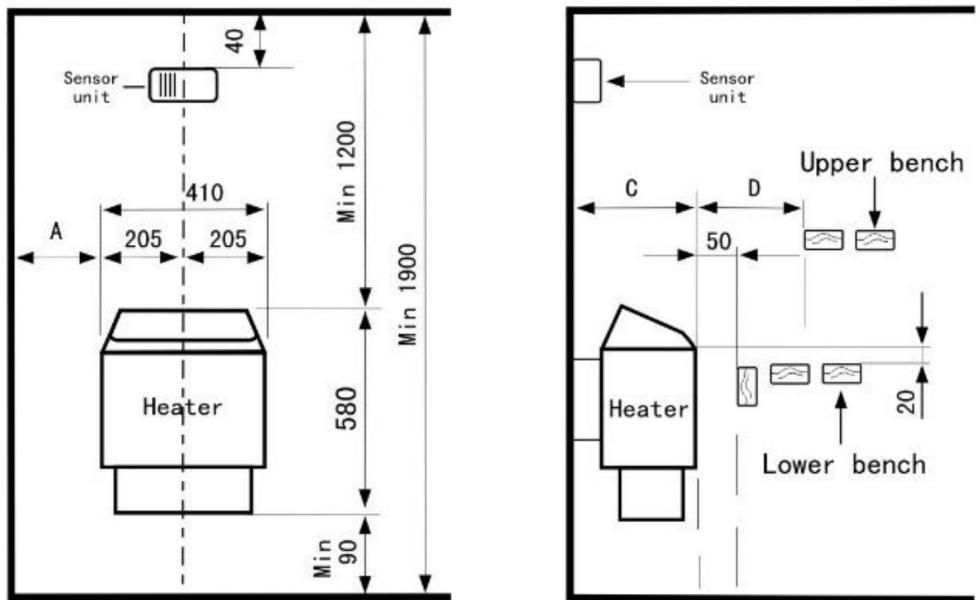
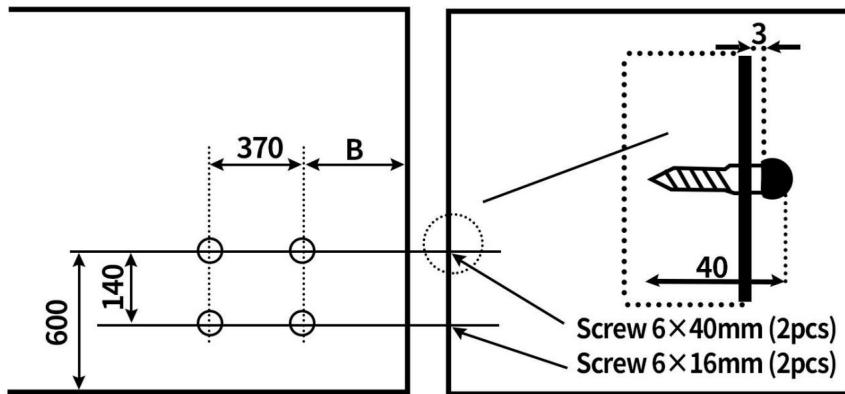

Fig 3
Fig4
Temperaturgivare och bastuaggregat måste installeras strikt enligt till följande diagram. (Se fig 3 och fig 4)
2. Fäst kretskortet med bult i väggen rakt över bastuagggregat. Kontrollera diagram för minsta avstånd (se fig3).
Kontrollpanelen är stänksäker och kan installeras på en torr plats nära basturummet. Temperaturgivaren måste monteras på väggen inne i bastun. Vänligen följ minimisäkerhetsavståndet för bastuaggregatet under installationen (se fig3), som ingår i installationsschemat. Underlåtenhet att följa dessa kan orsaka brännskador på träväggen.